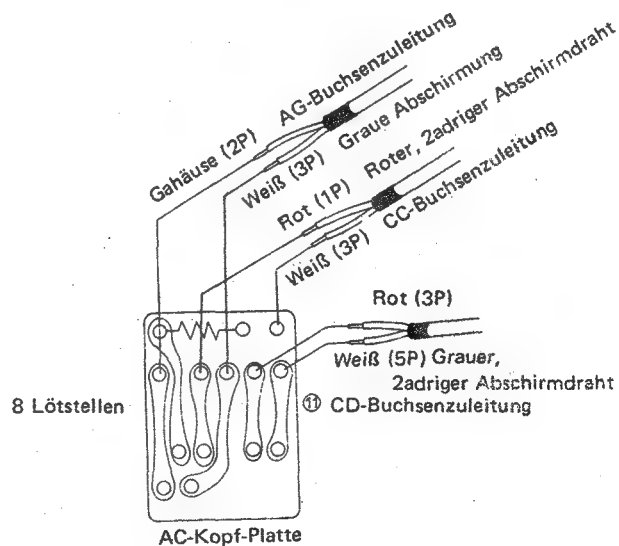

Abb. 34
AUSTAUSCH DES AC-KOPFES (siehe Abb. 34)
1. Nach Austausch den Bandlauf abstimmen. Während des Austausches niemals die Kopfoberfläche mit der Hand berühren. (markiert durch Pfeile in Abb. 34)
1. Wenn der Bandlauf nicht einwandfrei ist, folgende Einstellung vornehmen (siehe Abb. 34 und 35).
7. Den Spurlageregler in die vorgegebene Stellung drehen und die beiden Maschinenschrauben B (WSW3P + 8S) (siehe Abb. 34) geringfügig lösen und das Einstellwerkzeug für die X-Position an den Öffnungen anbringen. Dann die Position des AC-Kopfes so abstimmen, daß die maximale Hüllkurve erzielt wird.
7. Den Spurlageregler in die vorgegebene Stellung drehen und die beiden Maschinenschrauben B (WSW3P + 8S) (siehe Abb. 34) geringfügig lösen und das Einstellwerkzeug für die X-Position an den Öffnungen anbringen. Dann die Position des AC-Kopf so abstimmen, daß die maximale Hüllkurve erzielt wird.